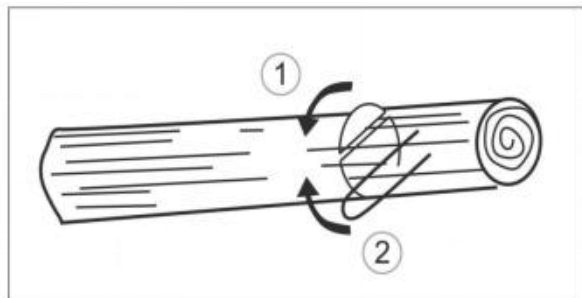

Fig. 22
12. Als de stam aan beide uiteinden wordt ondersteund, zaag dan eerst vanaf het bovenste derde deel van de stamdiameter om splijten te voorkomen. Werk de snede vervolgens van onderaf af, zodat deze samenvalt met de eerste snede, om vastlopen te voorkomen (fig. 22).